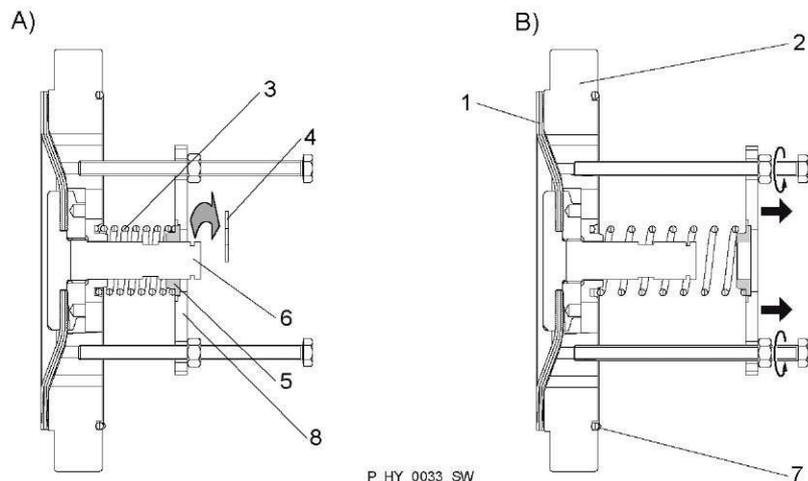

Рис. 22
6. Прижмите монтажную пластину с помощью двух винтов (M6 с гайками) к мембранной монтажной пластине (2): винты вкручиваются в предусмотренные резьбы - рис. 22.
8. Снимите стопорное кольцо (4).
9. Открутите две гайки равномерно, чтобы медленно освободить пружину (3).
10. Снимите пружину (3) с пружинной шайбой (5) со стержня мембраны (6).
11. Снимите мембрану вместе со стержнем с монтажной пластины (2).
12. Поместите новую мембрану со стержнем в монтажную пластину мембраны (2).
13. Наденьте пружину (3) с пружинной шайбой (5) на стержень мембраны (6).
14. Прижмите монтажную пластину (8) с помощью двух винтов (M6 с гайками) к мембранной монтажной пластине (2): винты вкручиваются в предусмотренные резьбы - рис. 22.
16. Установите стопорное кольцо (4) в углубление на стержне мембраны.
18. Замените уплотнительное кольцо (7) между монтажной пластиной мембраны (2) и гидравлической частью насоса.
19. Поместите мембрану (1) с монтажной пластиной мембраны (2) в гидравлическую часть.